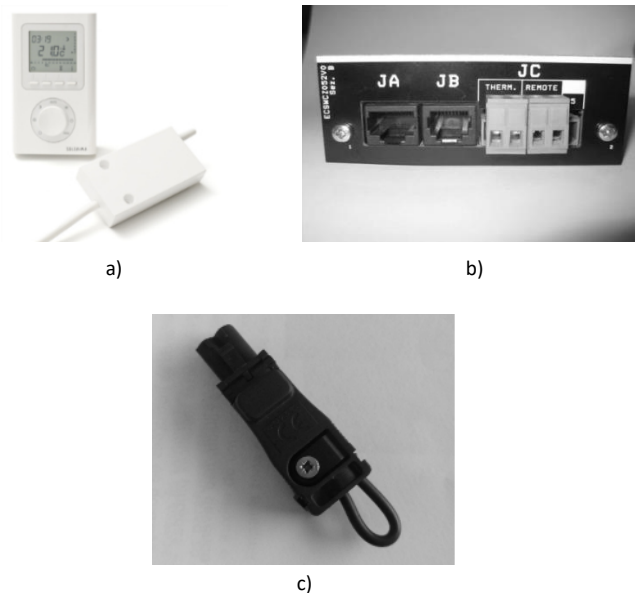
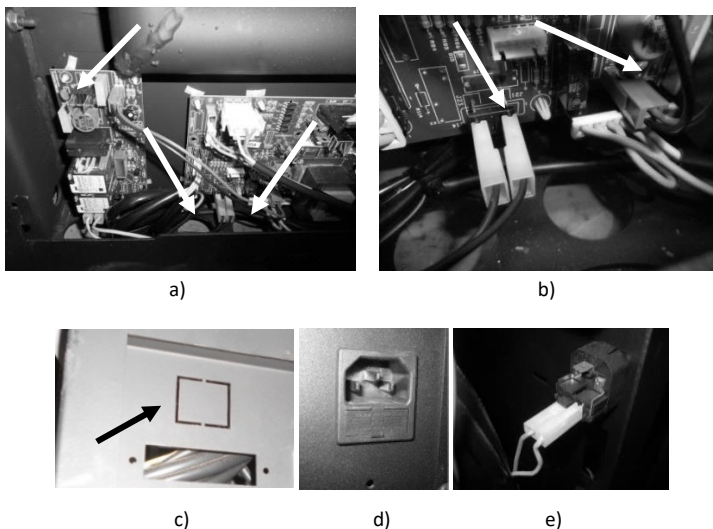

Figure 132 – Commande externe (chrono thermostat) et interface de connexion - non inclus
Figure 138 – Installation kit UPS
a) Brancher la fiche avec le raccord du chrono thermostat, Figure 132-c, à la grille arrière, Figure 138.